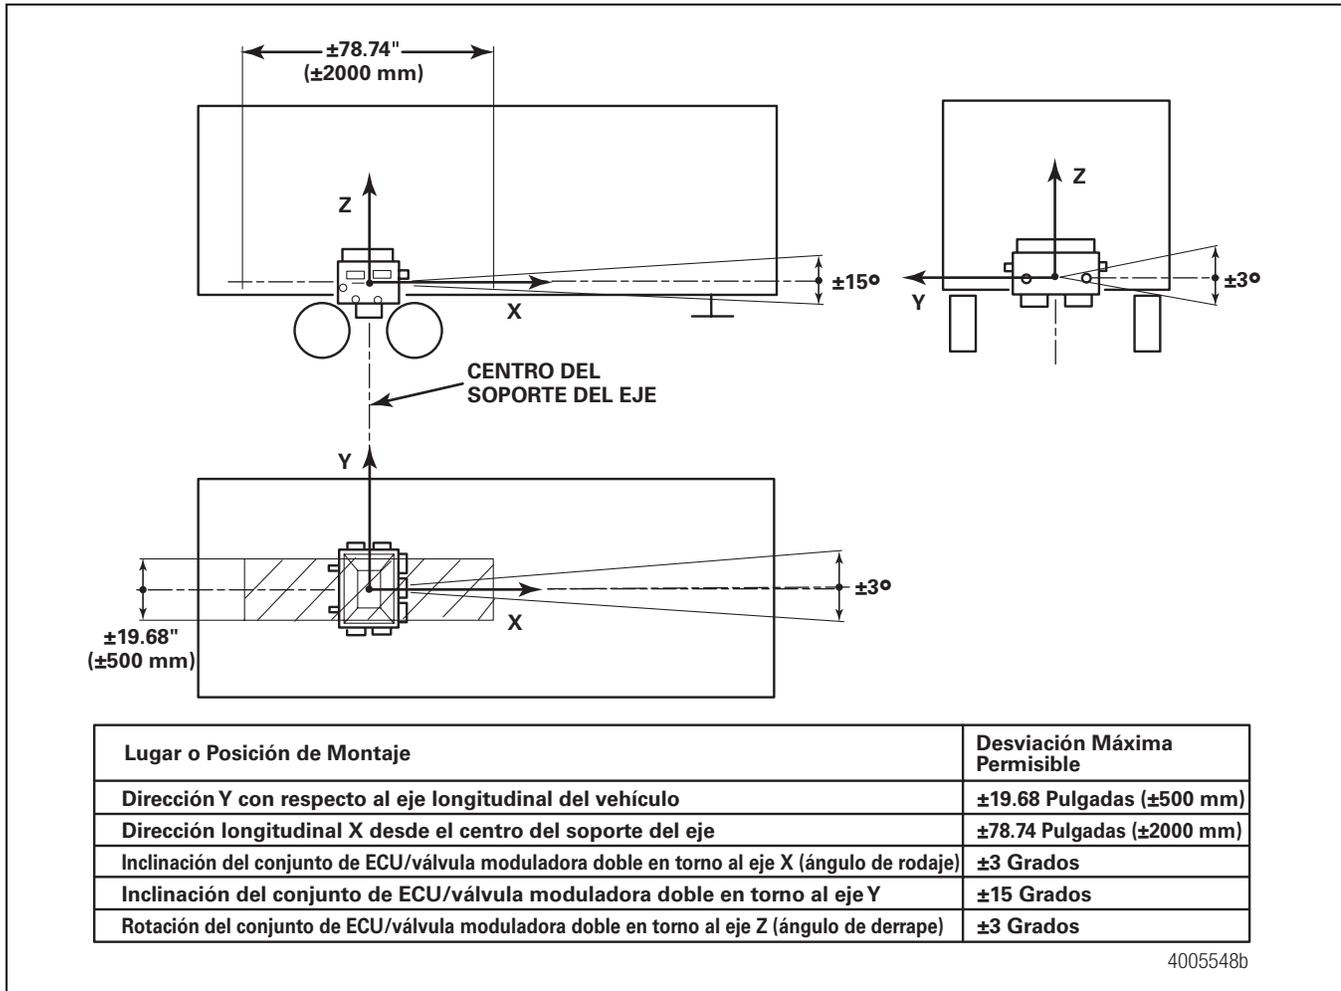

Figura 6.4
A la hora de montar el conjunto de ECU/válvula moduladora doble a la viga transversal del semirremolque, consulte la especificación SAE J447, "Prevención de Corrosión de Carrocerías y Componentes del Chasis de Vehículos Automotores" (*Prevention of Corrosion of Motor Vehicle Body and Chassis Components*). Siga todos los procedimientos y recomendaciones. Su supervisor debe tener una copia de esta especificación. Figura 6.4.
- Monte el conjunto de la ECU/válvula moduladora doble en el centro del ancho del subbastidor del semirremolque, a la mitad de la distancia entre ejes. Figura 6.4.